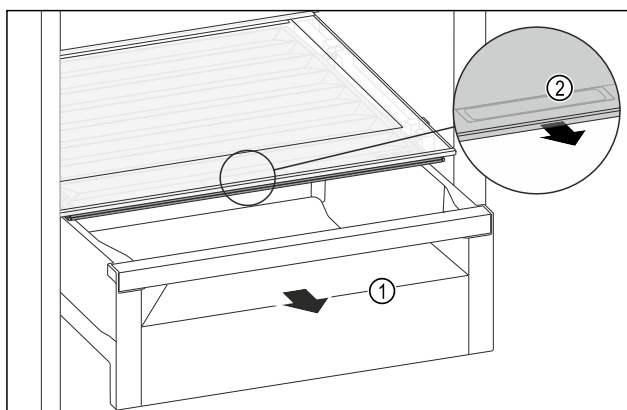

Fig. 116
- ▶ Zásuvku Fig. 116 (1) vytáhněte.
- ▶ Uchopte prohlubeň pro rukojeť Fig. 116 (2) na víku zásuvky a současně zatáhněte za víko zásuvky směrem dopředu.